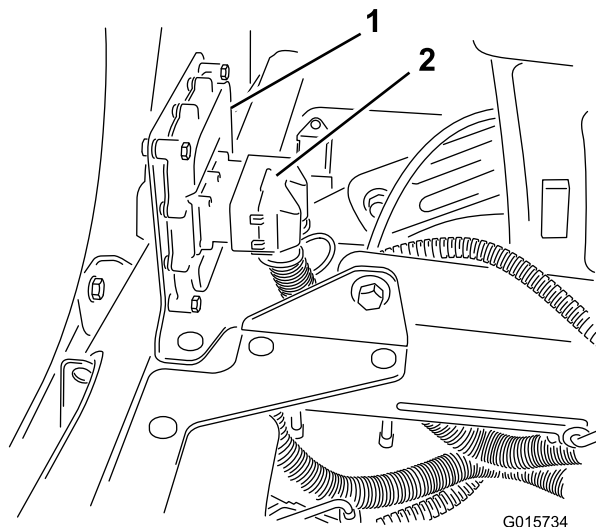

図 16
1. ワイヤハーネスについている端子を電子コントローラに接続し、六角レンチで固定する (図 16)。